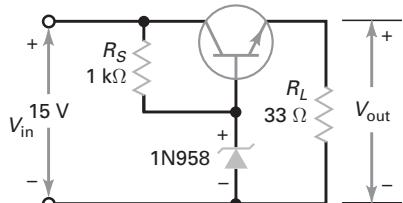

Figura 9-33
- 9-24** O transistor do circuito da Figura 9-33 tem um ganho de corrente de 150. Se o 1N958 tem uma tensão Zener de 7,5 V, Qual é a tensão de saída? Qual é a corrente no Zener?
- 9-25** Se a tensão de entrada na Figura 9-33 muda para 25 V, qual é a tensão na saída? E a corrente no Zener?
- 9-33** Na Figura 9-33, qual é a potência dissipada no transistor se o ganho de corrente for de 100 e a tensão Zener de 7,5 V?
9-37 Na Figura 9-33, qual deve ser a tensão na saída se o diodo Zener estiver aberto? Use $\beta_{\text{cc}} = 200$.
- 9-38** Na Figura 9-33, se a carga de 33Ω entrar em curto, qual é a potência dissipada no transistor? Use $\beta_{cc} = 100$.